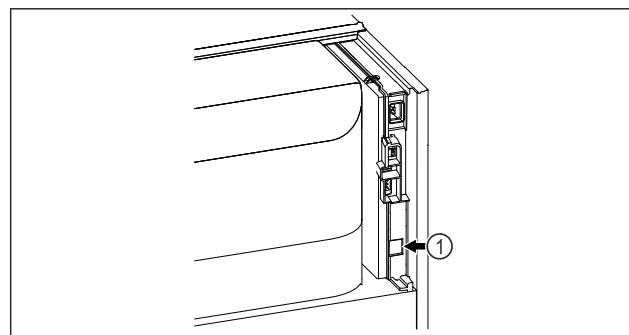

Fig. 139
- Използва се SmartModule Fig. 139 (1).